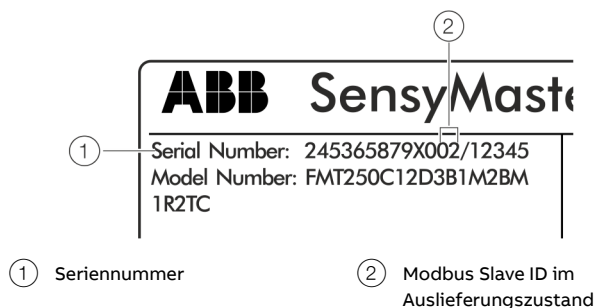

Abbildung 43: Modbus-Adresse auf dem Typenschild (Beispiel)
Im Auslieferungszustand entspricht die Modbus Slave ID den letzten beiden Stellen der Seriennummer des Gerätes (siehe Abbildung 43, Pos. ②).